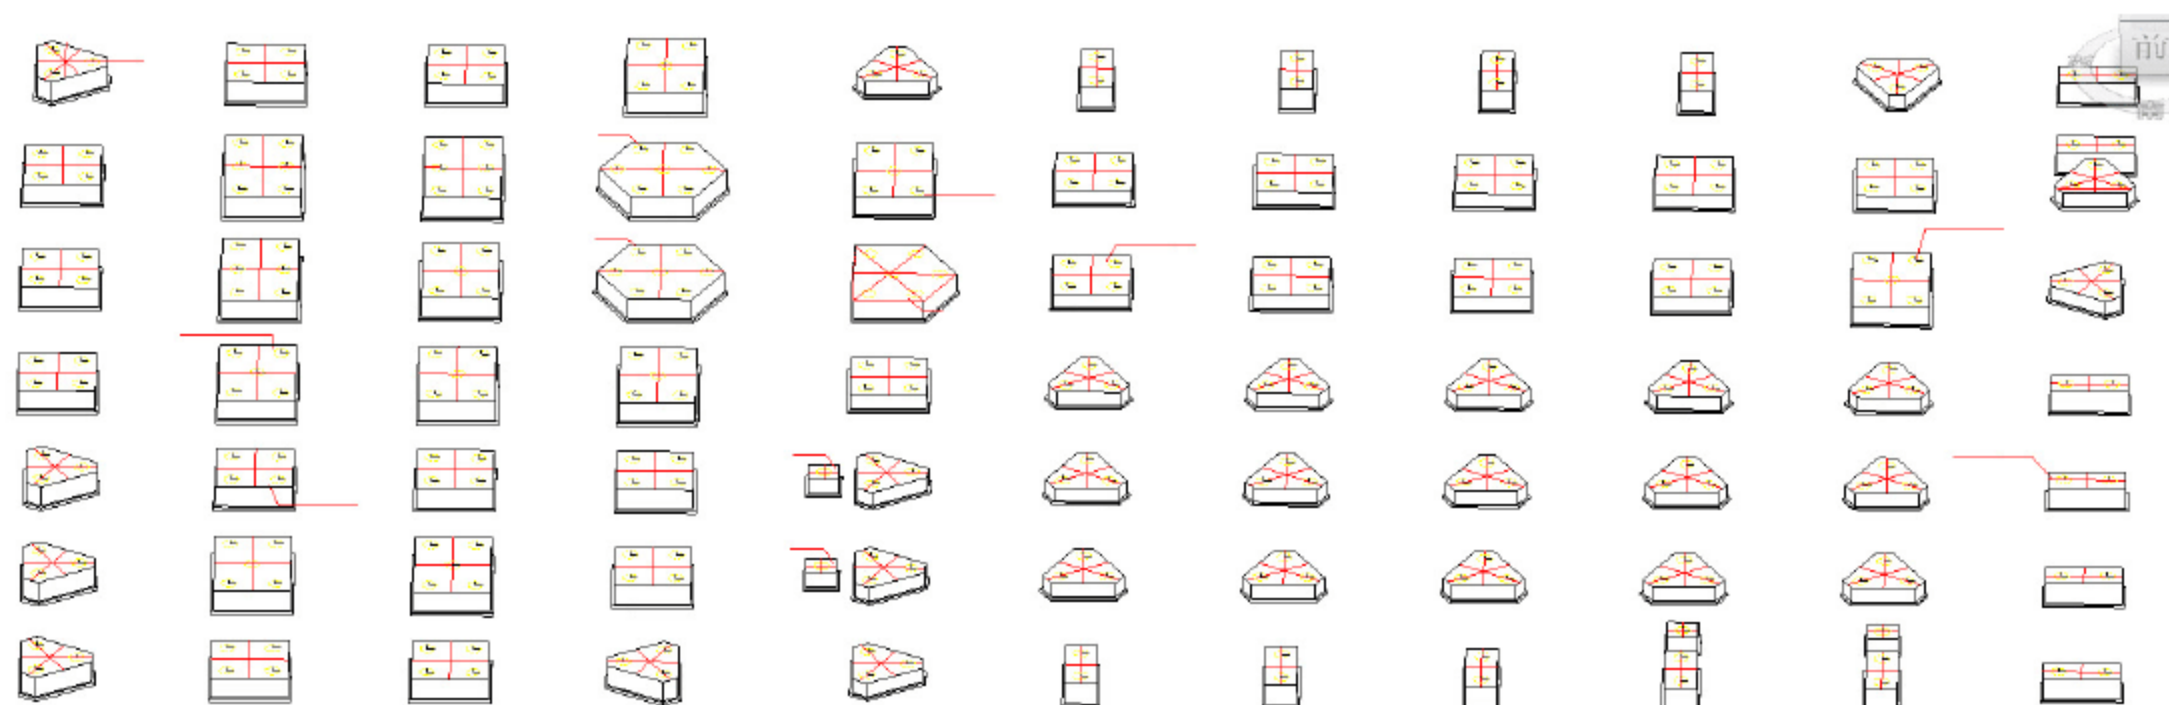

图 2.2.16 承台
(13) 1~4 轴与 5~11 轴之间的承台底标高不同，1~4 轴插入以 a 结尾的承台族，现将承台族插入对应的图形中，如图 2.2.16 所示。